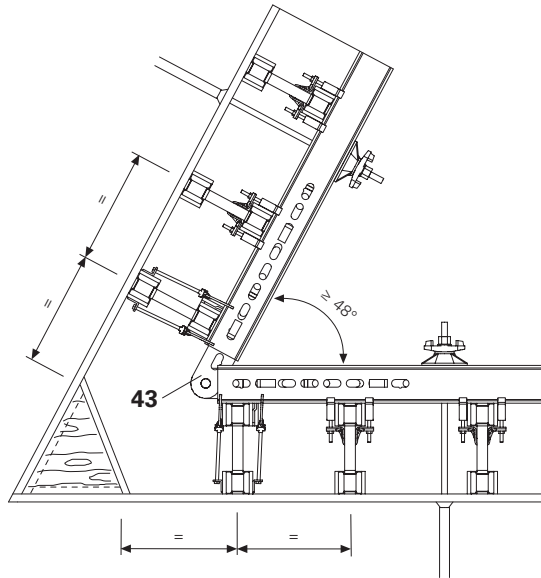

Fig. C2.01
L'éclisse articulée GKZ (43) permet de coffrer tous les angles supérieurs à  $48^\circ$ . (Fig. C2.01)